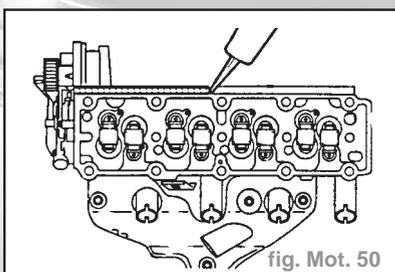

fig. Mot. 50
- Appliquer un cordon de mastic d'étanchéité sur les surfaces d'étanchéité de la culasse (fig. Mot. 50).